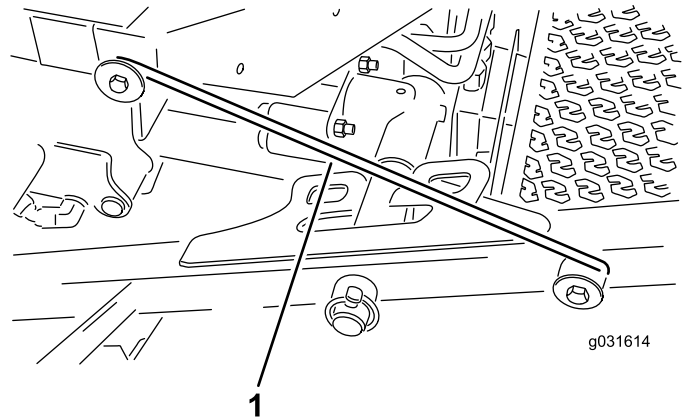

Bild 33
4. Lösen Sie die Riegelstange aus der Halterung am vorderen Trägerrahmen (Bild 33).
5. Heben Sie die Außenseite der Frontmähwerke an und positionieren Sie den Riegel über den an der Vorderseite der Fahrerplattform befestigten Rahmenstift (Bild 33).